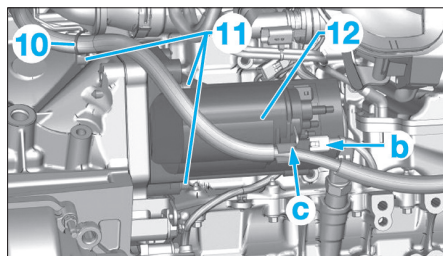

Fig. 4
- le calculateur contrôle moteur (6),
- la batterie (7),
- le bac à batterie (8),
- le raccord d'entrée d'air (9).
- Déposer le collier de maintien faisceau d'alimentation (10) (Fig.4).